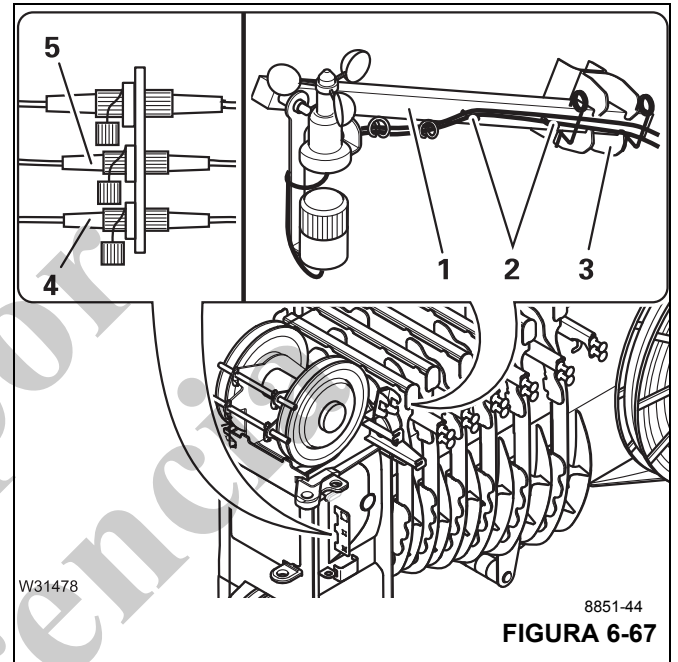

FIGURA 6-67
- Inserte la varilla (1, Figura 6-67) en el sujetador (3) y asegúrelo con las pinzas de retención.
- Retire el cable de los sujetadores (2) y conecte.
- el anemómetro al receptáculo (4),
- la luz indicadora de posición de la pluma al receptáculo (5).